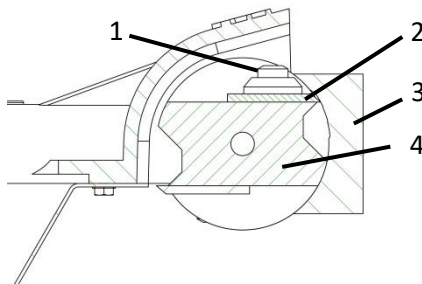

Fig. 9 Stille inn kniv
- > Løsne knivskruen (1 – fig. 9).
- > Skyv kniven (2 – fig. 9) helt bakover.
- > Legg knivmalen (3 – fig. 9) på valsen (4 – fig. 9), slik at denne ligger opp mot og ned mot valsen oppleggsflater.